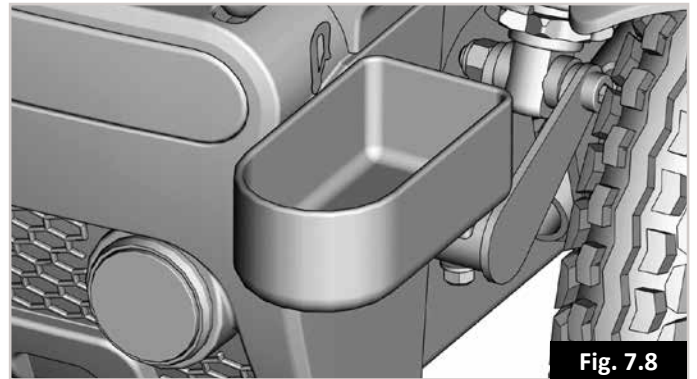

Fig. 7.8
7.7 Suporte da Canadiana, (Fig. 7.8):